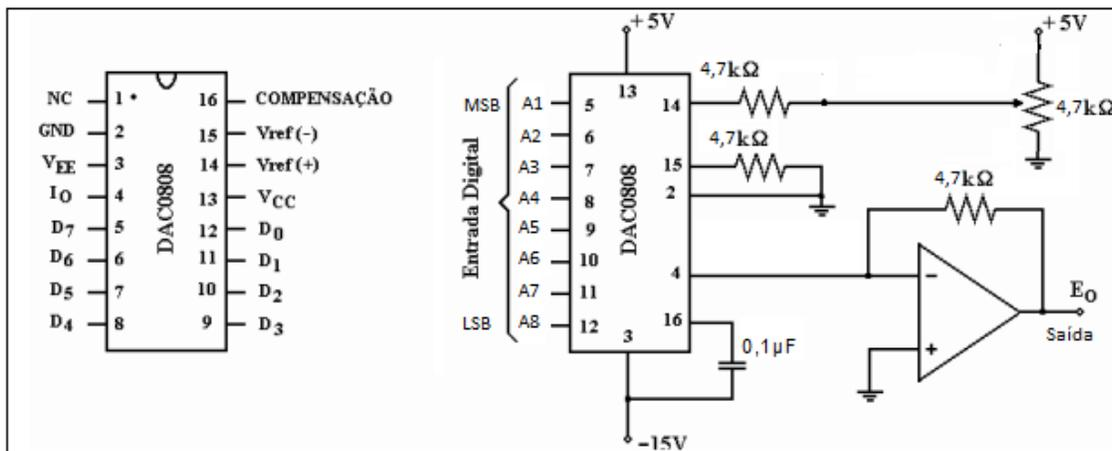
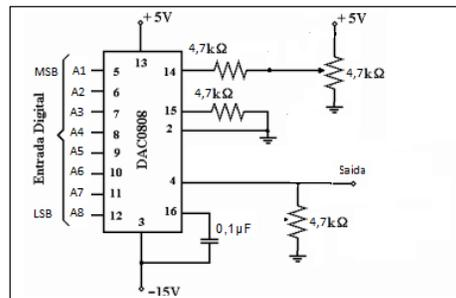

Figura 4 Pinagem e Aplicação típica do conversor DAC0808
Figura 5 Pinagem e Aplicação típica do conversor DAC0808 sem o AmpOp.
**2.2** (3,0 pontos) O conversor DA utilizado é o DAC 0808 que é um conversor de 8 bits, 'monolítico e monotônico tem tempo de acomodação de 150ns e uma precisão relativa de  $\pm 1/2$  LS, contém uma fonte de corrente de referência e uma escala R-2R. O circuito a ser montado é mostrado na Figura 4, o qual apresenta operação unipolar positiva, de forma que para o código zero (0000 0000)b na entrada digital tem-se 0V na saída, e para todos os bits em UM na entrada (1111 1111)b, tem-se 5V na saída.
O amplificador operacional da Figura 4 pode ser substituído por uma carga de 4,7K $\Omega$ , como mostra a Figura 5. Porém o sinal obtido na saída aparece negativo e rebatido em relação ao eixo x.